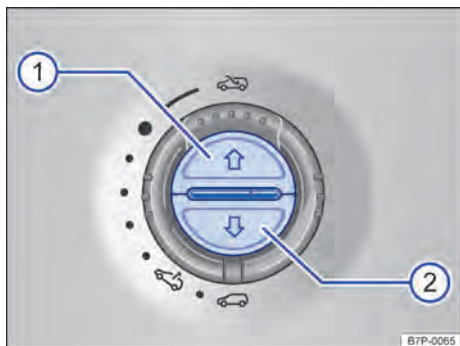

Fig. 57 No revestimento do teto dianteiro: botões para abrir ou fechar a cortina de proteção solar.
- *Cortina de proteção solar*: dentro de aproximadamente 5 segundos após a liberação do limitador de força, pressionar o botão ⇒ Fig. 57 **2** o tempo necessário até que a cortina de proteção solar esteja completamente fechada.